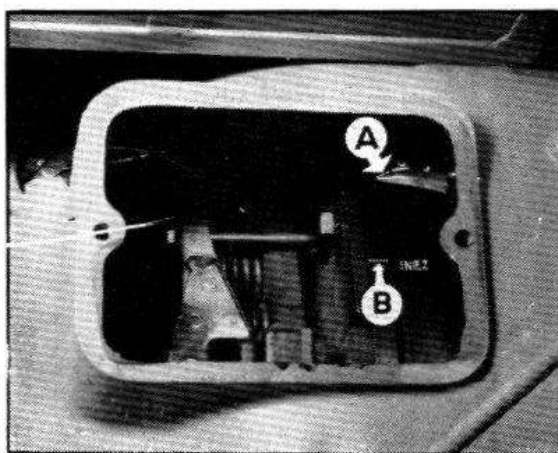

Fig. 28. — Repérage du point d'injection sur le volant moteur.
11° Calage de la pompe à injection (fig. 28 et 29) :
- 4° Faire tourner le vilebrequin moteur, jusqu'à ce que le repère « FINE INIEZ » (rep. B fig. 28), gravé sur le volant, corresponde exactement avec l'index fixe (rep. A, fig. 28) (ce repère est situé 5° avant le point mort haut).
- 7° Contrôler, si à ce moment, le repère « FINE INIEZ », gravé sur le volant, coïncide avec l'index fixe (A) (fig. 28).